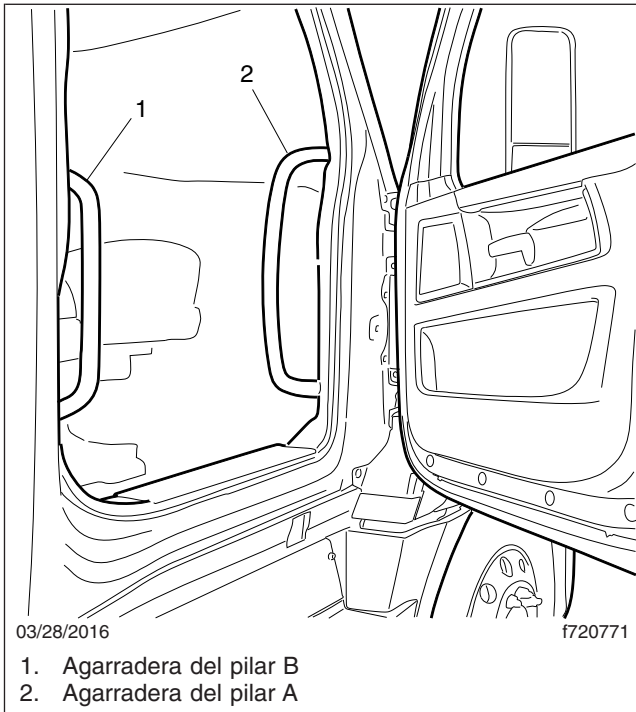

Figura 2.4, Acceso a la cabina por el lado del pasajero
2. De frente a la cabina, sujete las agarraderas del pilar A y el pilar B con las manos. Vea la Figura 2.4.
1. Sujete con las dos manos la agarradera de pilar A, y ponga el pie derecho sobre el peldaño superior. Vea la **Figura 2.4**.